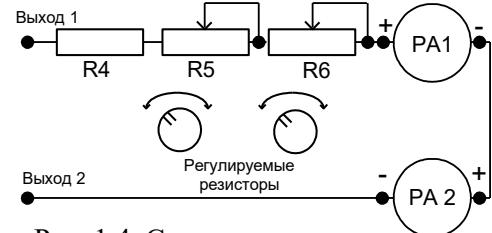

Рис. 1.4. Схема подключения амперметров
- собрать цепь согласно рис. 1.4, где PA1 – поверяемый, PA2 – образцовый миллиамперметры; R5 и R6 – регулировочные переменные резисторы.
Перед началом работы необходимо амперметры выставить по шкале. Регулируемые резисторы R5 и R6 (рис. 1.4) выставить на среднее положение. С помощью регулировки напряжения «грубо-точно» (рис. 1.1) выставить на поверяемом амперметре 5 мА.